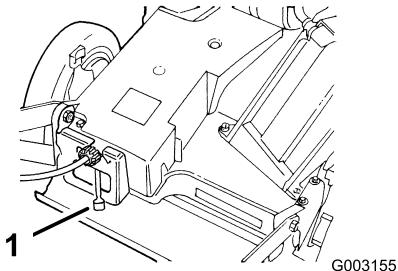

Figura 17
4. Mueva el control de velocidad de avance a la posición de Punto muerto (N) (Figura 17).
de velocidad de avance está ubicado en la parte trasera de la cubierta de la correa (Figura 17).